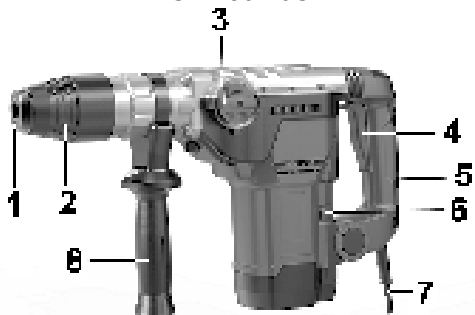

Рис. 3.
## 7. СБОРКА И РЕГУЛИРОВКА, Рис.3, 4
8.2. Включение (Рис. 3,4, 6,7)